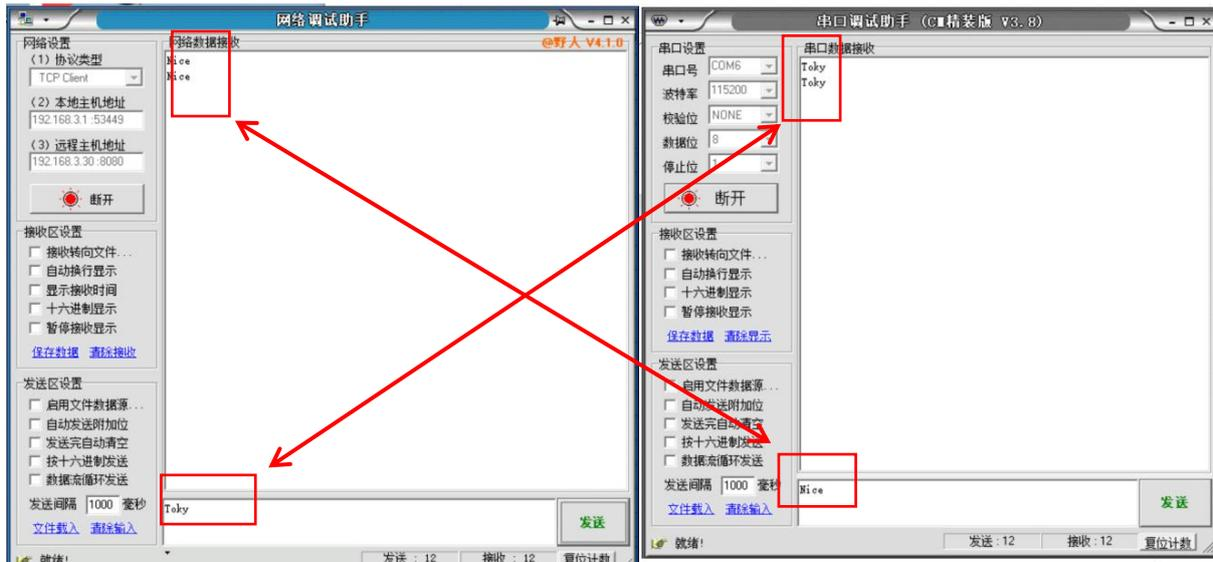

图 14 DTU透传模式实验结果
- ②在网络调试助手和串口调试助手中互相发送数据，现象如图14所示：